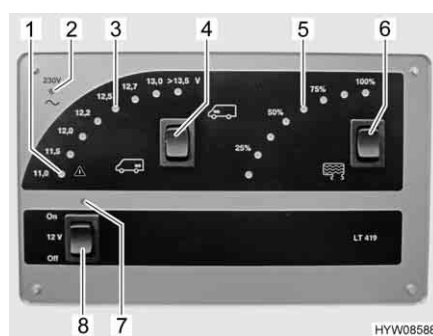

Fig. 42 Pannello di controllo LT 419
I diodi luminosi dell'indicatore Volt (Fig. 42,3) indicano la tensione della batteria.
- Spingere l'interruttore a bilico (Fig. 42,4) verso l'alto "☞": Viene indicata la tensione della batteria di avviamento.
- Premere l'interruttore a bilico (Fig. 42,4) "☞": Viene indicata la tensione della batteria dell'abitacolo.
Rispettivamente due diodi luminosi dell'indicatore del serbatoio (Fig. 42,5) mostrano il livello di riempimento.
- Premere l'interruttore a bilico (Fig. 42,6) : Viene indicato il livello del serbatoio delle acque grigie.
La spia luminosa rossa ALARM (Fig. 42,1) inizia a lampeggiare non appena la tensione della batteria dell'abitacolo scende al di sotto di 11 V (misurazione durante il normale esercizio) con conseguente rischio che la batteria si scarichi troppo.
L'interruttore principale a 12 V (Fig. 42,8) inserisce o disinserisce il pannello di controllo e l'alimentazione a 12 V dell'abitacolo.
- Premere in alto l'interruttore a bilico (Fig. 42,8) "On": L'alimentazione a 12 V dell'abitacolo è inserita. La spia di controllo (Fig. 42,7) diventa verde.
- Premere in basso l'interruttore a bilico (Fig. 42,8) "Off": L'alimentazione a 12 V dell'abitacolo è disinserita. La spia di controllo (Fig. 42,7) si spegne.
La spia di controllo a 12 V (Fig. 42,7) si accende non appena l'interruttore principale a 12 V (Fig. 42,8) viene inserito.
La spia gialla di controllo a 230 V (Fig. 42,2) si accende quando all'ingresso della centralina elettrica è presente una tensione di rete.